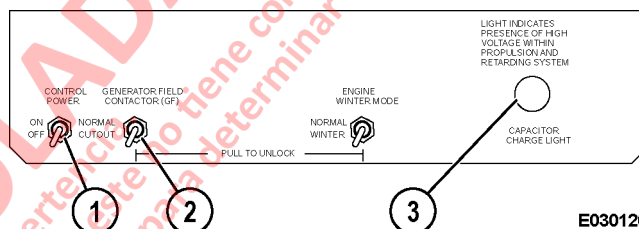

FIGURA 5-1. PANEL DE VISUALIZACIÓN DE INFORMACIÓN
6. Para asegurar que el enlace no se energice durante los procedimientos de prueba y reparación, gire el interruptor de corte GF (2, Figura 5-1) en el gabinete de control a la posición de corte (CUTOFF), tirando el interruptor hacia afuera y moviéndolo hacia abajo como se muestra.